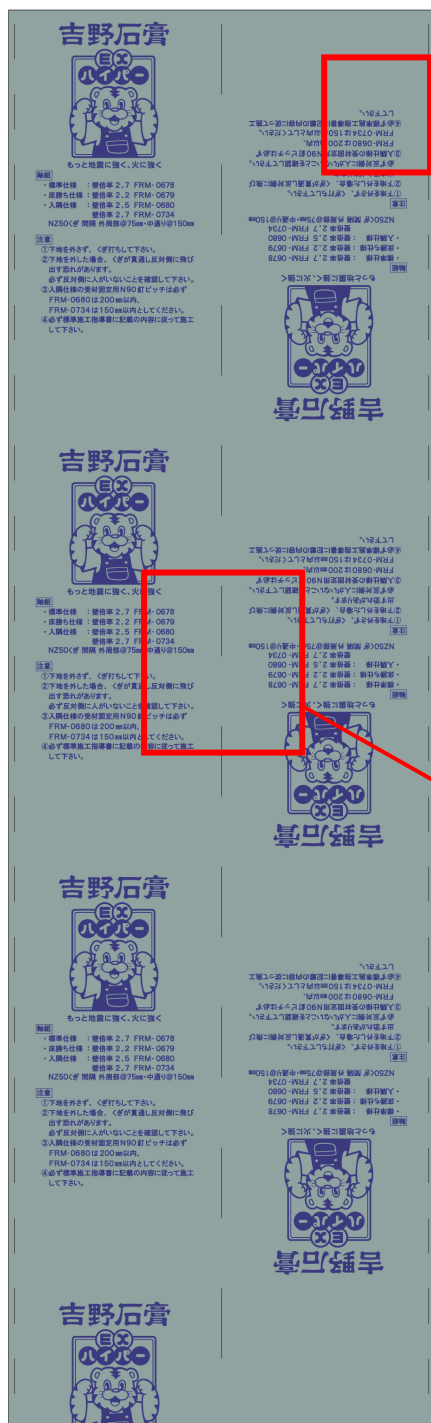

図 4-1 タイガーEX ハイパー3×10 板 外観（表側）
- ・タイガーEX ハイパーの長手方向にくぎピッチを示すマーカを外周部 75mm 間隔、中通り 150mm 間隔の黒色の破線で示していますので、規定の留付け間隔になるようにくぎ打ちを行ってください（図 4-1 参照）。